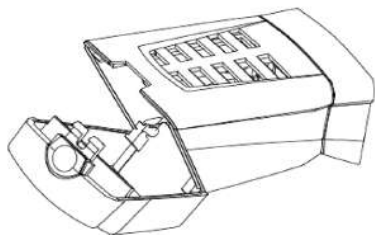

Рис. 4
2. Нажмите кнопку открывания крышки и откройте пылесборник, как показано на Рис. 4.